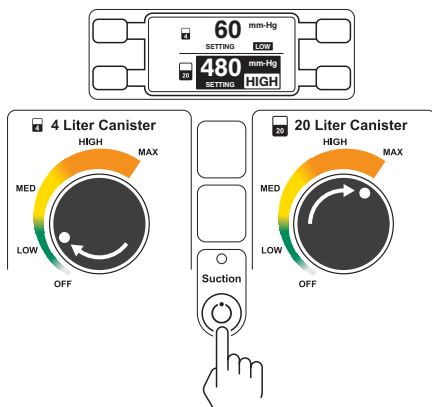

Figura 3 – Inicio de la aspiración
8. Pulse el botón de ENCENDIDO/APAGADO DE LA ASPIRACIÓN y gire el DIAL de ajuste del vacío de ambos depósitos hasta el nivel máximo de aspiración. Asegúrese de obtener el valor máximo del nivel de aspiración en la PANTALLA DEL PANEL DE CONTROL (figura 3).